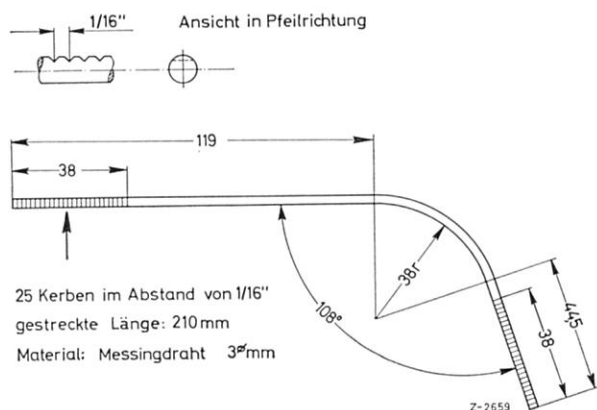

Bild 83–13/6
1 Am Saugventil (3) Saugdruckmanometer (2) anschließen und Motor so lange laufen lassen, bis das Kurbelgehäuse des Kompressors warm ist. Saugventil langsam so weit schließen, bis das Manometer Null oder etwas weniger anzeigt. Motor abstellen und Saugventil vollends schließen. Warten, bis das Manometer Überdruck anzeigt, dann muß auch das Druckventil (4) geschlossen werden (Bild 83–13/5).